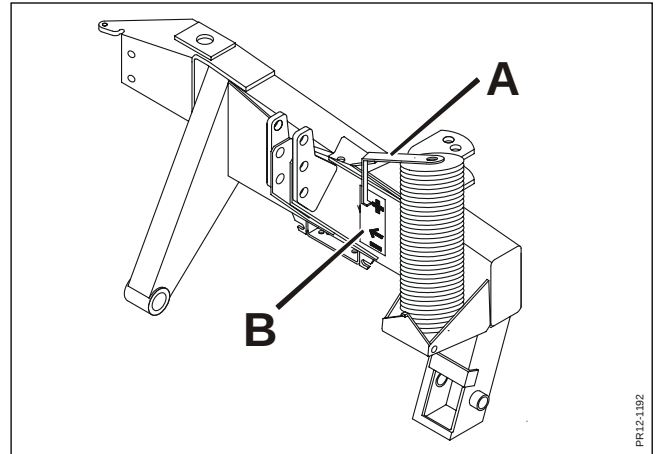

Fig. 3-8
- Fig. 3-8** Das doppelwirkende Steuergerät in Schwimmstellung bringen. Die Unterlenker anheben/absenken, bis die Maschine die korrekte Arbeitshöhe erreicht hat. Der Indikator **A** steht dann gegenüber dem Pfeil auf dem Transfer **B**, wie im Abschnitt 2 beschrieben.